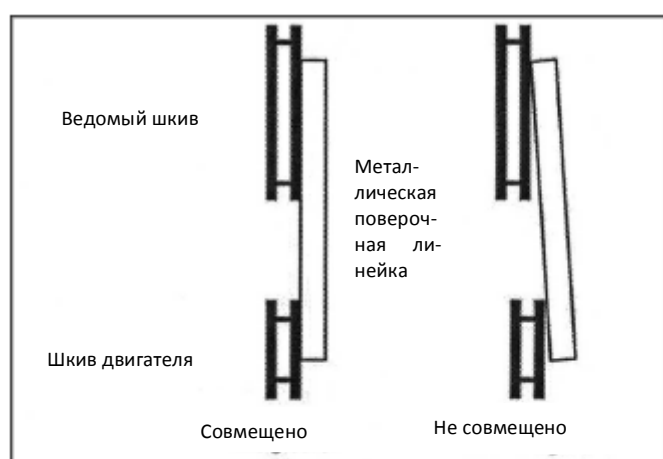

Рис. 13
2. Если поперочная линейка не прилегает плотно к обоим торцам шкивов, как показано на рис. 13, открыть заднюю панель и ослабить четыре шестигранные гайки на плите двигателя (показаны на **рис. 11**) ключом на 12 мм.